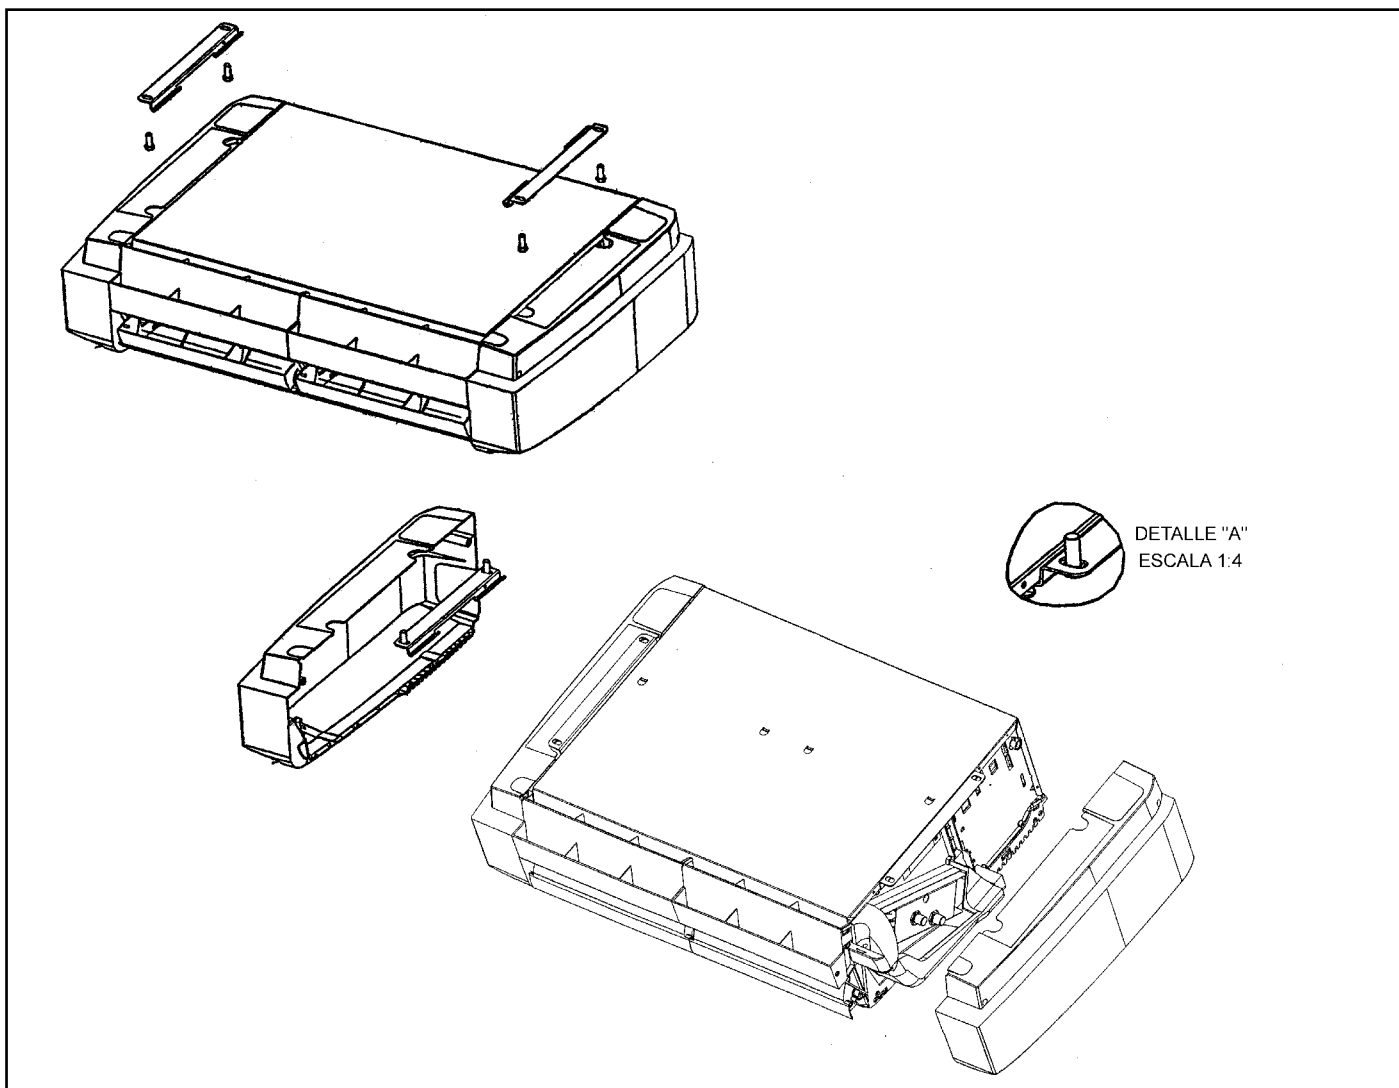

FIGURA 6 - MONTAGEM DO SUPORTE DE FIXAÇÃO
- A unidade vem equipada com dois (2) suportes de fixação para montagem suspensa no teto ou fixada à parede próxima. Além disso há um suporte para montagem do controle remoto.
- A Figura 6 indica a posição dos parafusos de montagem nos suportes de fixação.